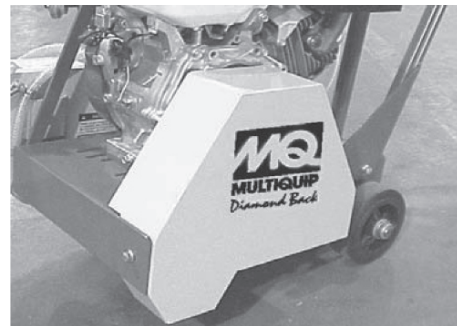

Abb. 8. Keilriemenabdeckung
SICHERSTELLEN, dass die **Keilriemenabdeckung** geschlossen und sicher befestigt ist, wenn das Gerät betrieben wird (Abb. 8).
1. Die Befestigungsschrauben der Keilriemenabdeckung (Abb. 8) am Geräteraahmen lösen.